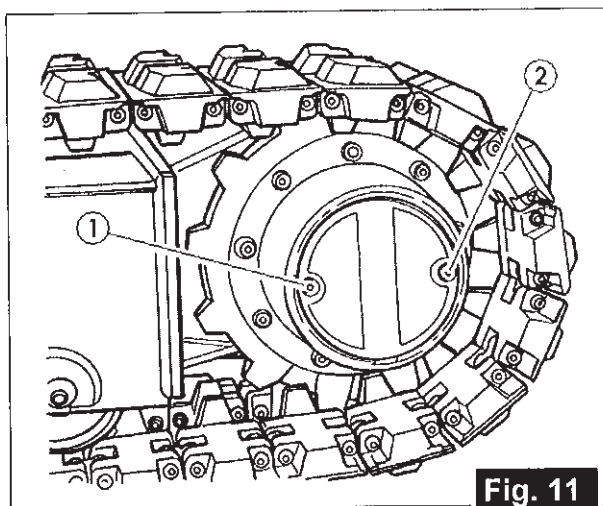

Fig. 11
➡ CONTRÔLE DU NIVEAU D'HUILE DU RÉDUCTEUR (FIG. 11)
- 1) Positionner le réducteur comme représenté en Fig. 11.